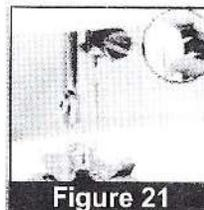

Figure 21
1. Gire la rueda de mano a la izquierda para que la aguja esté en su posición más alta. (Figure 21)